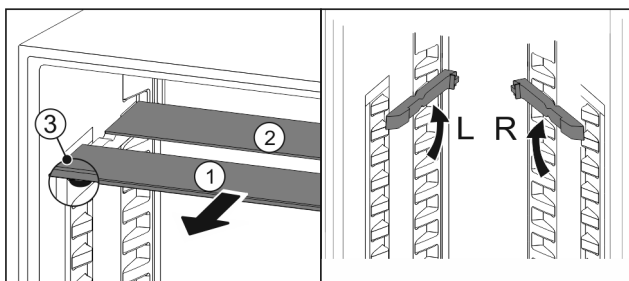

Fig. 21
- ▶ Plateaus afzonderlijk naar voren toe verwijderen Fig. 21 (1).
- ▷ Plateau Fig. 21 (1) met sierlijst ligt voor.
- ▷ Stops Fig. 21 (3) zijn naar onder gericht.